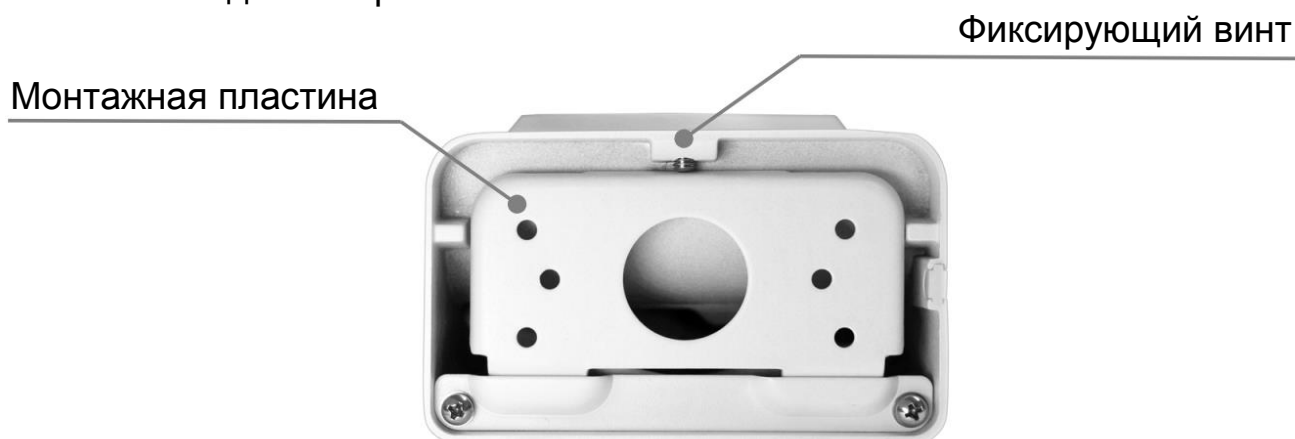

Рисунок 5.8 – Настенный кронштейн
1. Ослабьте фиксирующий винт и отсоедините монтажную пластину от кронштейна (Рисунок 5.8).